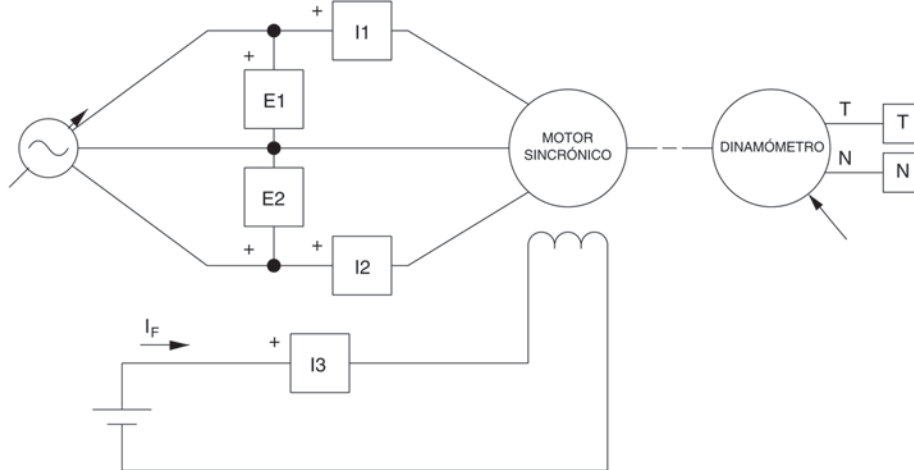

Figura 5-7. Motor sincrónico acoplado al Dinamómetro.
En la primera parte del ejercicio, usted montará el equipo en el Puesto de trabajo, lo conectará como lo muestra la Figura 5-7 y realizará los ajustes apropiados del módulo Motor de impulsión / Dinamómetro.
- 5. Conecte el equipamiento como lo muestra la Figura 5-7.